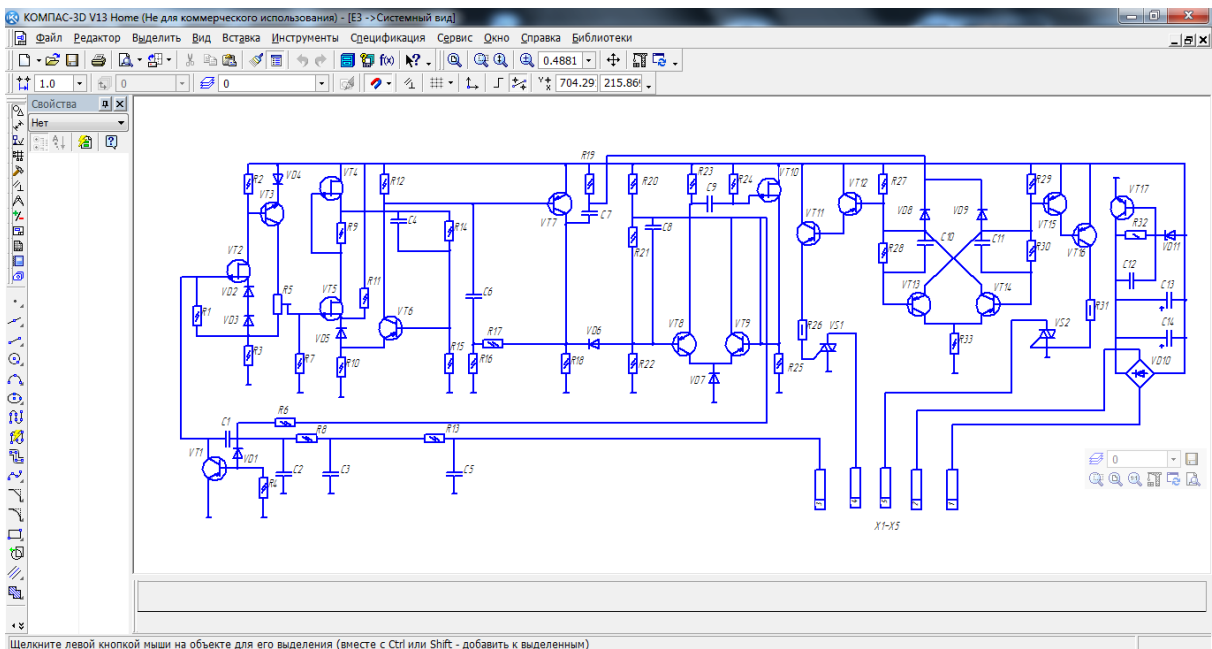
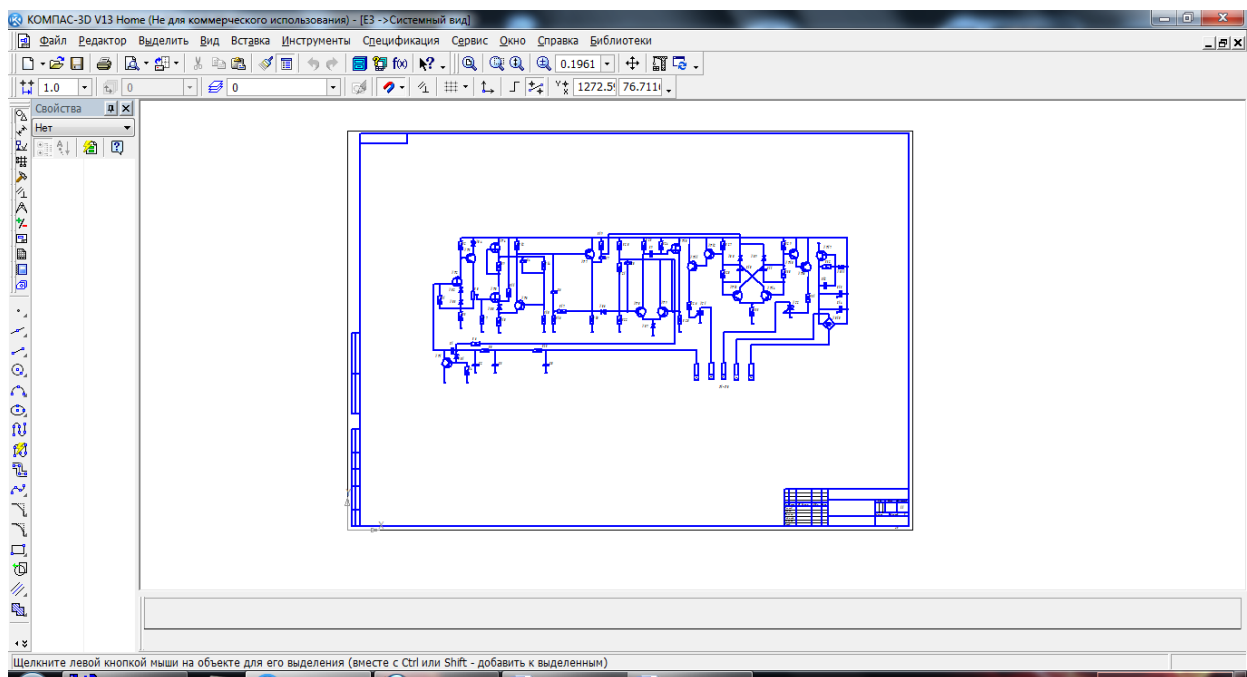

Рисунок 8.9. Зміна висоти та стилю текстів на кресленні
Рисунок 8.10. Оформлення креслення на окремому форматі згідно ЄСКД
Тепер креслення схеми електричної принципової готове до редагування засобами середовища Компас. При цьому, можна змінювати висоту та стилі шрифтів для зручності читання схеми (рис. 8.9), стилі ліній, оформлення креслення на окремому форматі згідно ЄСКД (рис. 8.10) тощо.
5. Оформити схему на стандартному форматі (див. рис. 8.10)